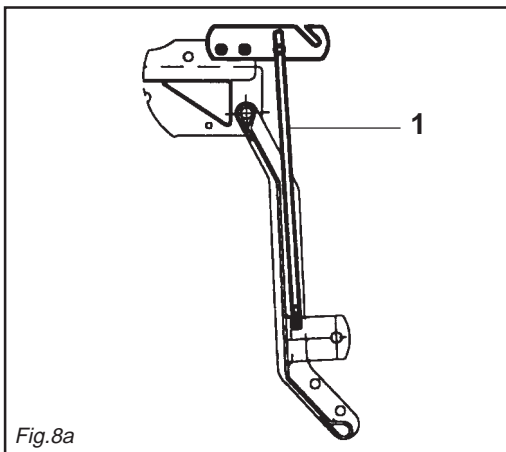

Fig. 8a
- Versione con asta e catenella antiribaltamento:** In fase di lavoro bisogna togliere l'asta (1 Fig. 8a). L'asta va montata solo dopo aver appoggiato la fresa al suolo in fase di stazionamento.
- version with rod and chains overturning:** When the machine is operating rod (1 Fig. 8a) should be removed. The rod should only be installed when the cultivator has been lowered to the ground as the machine is parked.
- Versión mit stange und Kette:** Bei der Arbeit ist die Stange (1 Abb. 8a) zu entfernen. Die Stange erst dann montieren, wenn die Fräse beim Abstellen am Boden aufgestellt wird.
Versión avec le barre et chaîne: Pendant le travail il faut enlever la barre (1 Fig. 8a). La barre doit être montée seulement quand la fraise est appuyée sur le sol en phase de stationnement.
- Versión con la barra y cadena:** En fase de trabajo es necesario quitar la barra (1 Fig. 8a). La barra debe ser montada sólo luego de haber apoyado el rotocultor al suelo, en fase de estacionamiento.